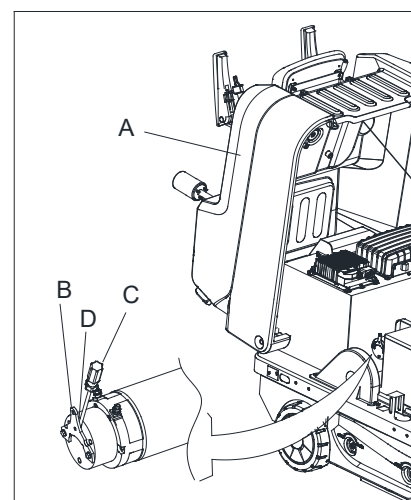

Figure 15
1. Ouvrez le couvercle (A, figure 15).
2. Tirer la poignée (B, figure 15) du moteur de traction vers l'extérieur.
3. Insérer le tournevis (C, figure 15) dans la fente (D, figure 15). Fermer le capot, puis la machine peut être poussée ou remorquée.
4. Lorsque la machine atteint sa destination, retirer le tournevis (C, figure 15). La machine pourra alors fonctionner normalement.